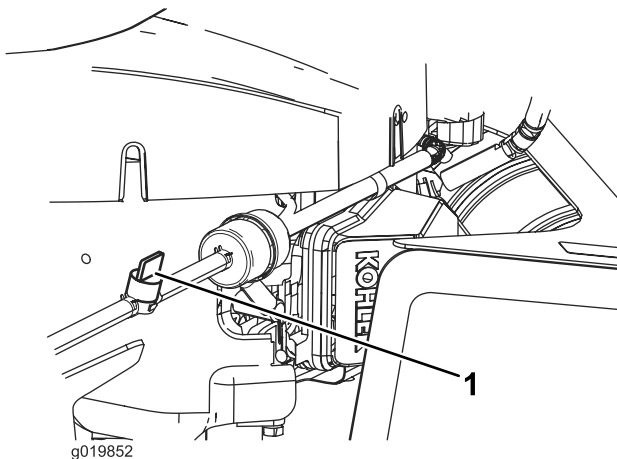

Figura 38
4. Gire la válvula de cierre del combustible a la posición de cerrado (Figura 38).
6. Retire el tubo de combustible de la válvula (Figura 38). Abra la válvula de cierre del combustible y deje que la gasolina se drene en un recipiente.
3. Gire la válvula de cierre del combustible a la posición de cerrado (Figura 38).
7. Gire la válvula de cierre del combustible a la posición de abierto (Figura 38).